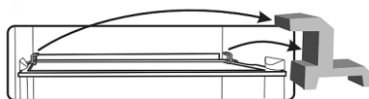

Fig. 3
9. Retire todas as peças vermelhas das prateleiras (fig. 3), são necessárias apenas para o transporte.